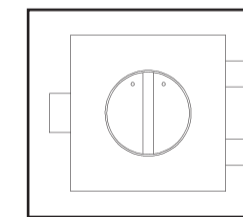

Fig. 5D
– положение микропереключателя показано на Рис. 5D (Максимально налево). Термостат регулирует температуру пола с помощью выносного датчика.
The thermostat regulates the floor temperature by means of the floor sensor. Setting as shown in Fig 5D (maximal turning to the left).